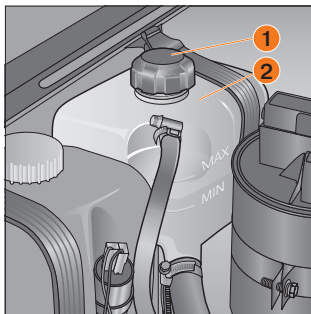

Рис. 75. Проверка уровня охлаждающей жидкости в расширительном бачке
**Уровень охлаждающей жидкости в расширительном бачке должен быть между метками «MAX» и «MIN», нанесёнными на корпусе бачка 2 (рис. 75), который выполнен из полупрозрачного материала, позволяющего визуально контролировать уровень жидкости.**